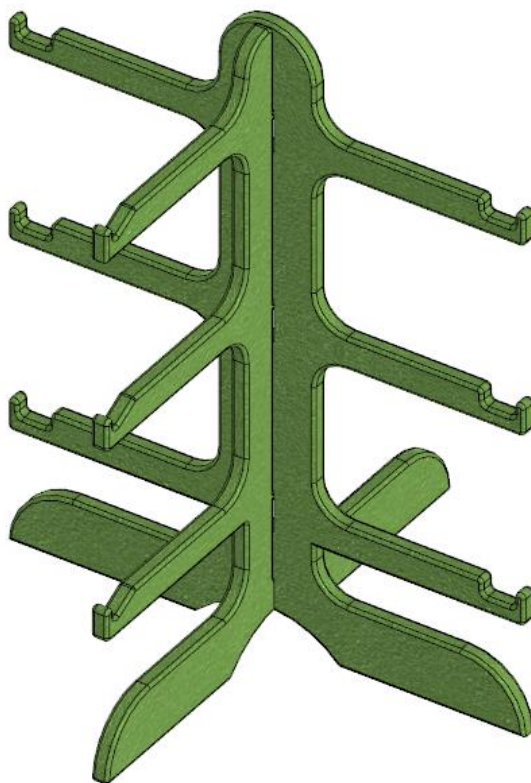

Рис.1. «Стеллаж для очков»
**Объект:** «Стеллаж для очков». Необходимо создать объект, отличающийся от образца (см. рис. 1, 2) как по дизайну, так и по цвету.